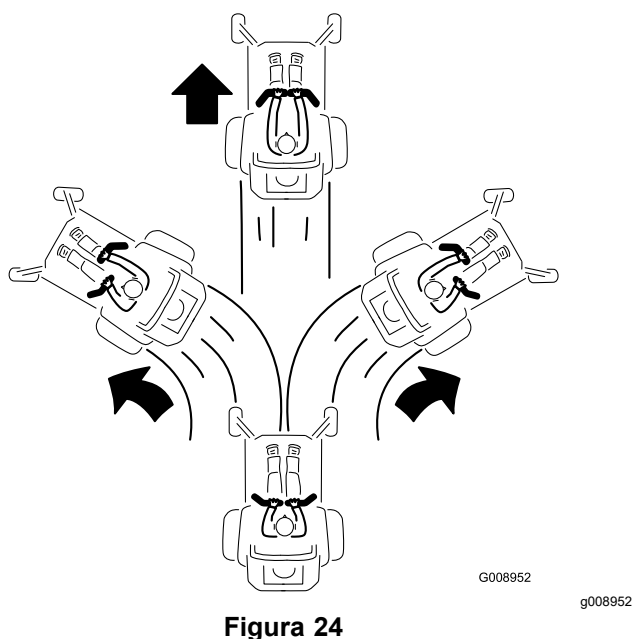

Figura 24
2. Per fare marcia avanti spingete lentamente in avanti le leve di controllo del movimento (Figura 24).